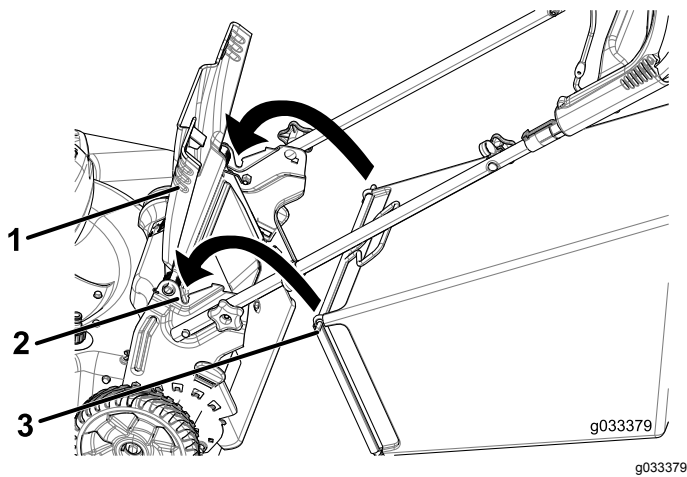

Рисунок 15
1. Поднимите и удерживайте задний дефлектор (Рисунок 15).
2. Установите травосборник и убедитесь, что его стержни вошли в пазы на рукоятке (Рисунок 15).